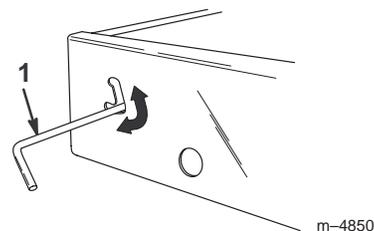

Bild 18
1. Schieben Sie den Riegel aufwärts in Richtung der Oberseite des Ausschnitts im Pritschenchassis (Bild 18).
3. Bewegen Sie, um die Pritsche fest mit dem Chassis zu verbinden, den Riegel bis in den unteren Teil des Ausschnitts (Bild 18).